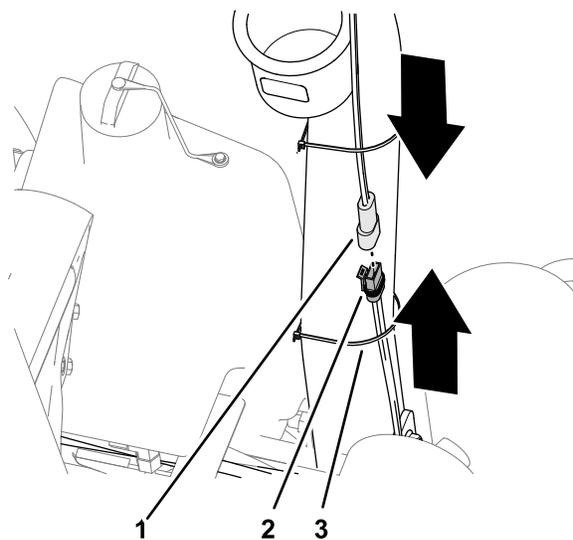

図 19
2. ケーブルタイで電源ハーネスを ROPS に固定する 図 19。
- 電源ハーネスの 2 ソケットコネクタを、サンシェードのワイヤハーネスの 2 ピンコネクタに接続する 図 19。